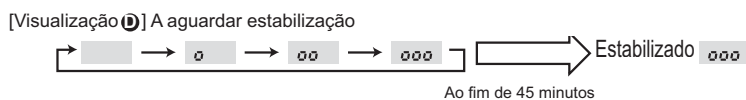

Fig. 8-3
3. Prima o botão **FILTER** para confirmar a definição. (Fig. 8-3)